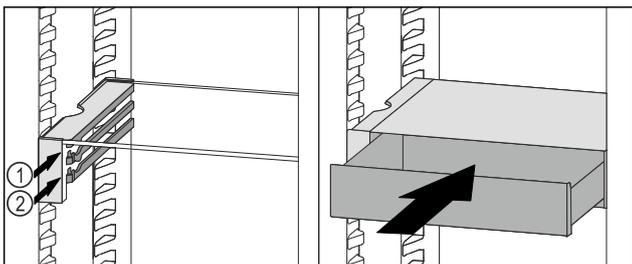

Fig. 96
- Coloque el cajón VarioSafe en la nervadura deseada Fig. 96 (1) o Fig. 96 (2) detrás de los topes.